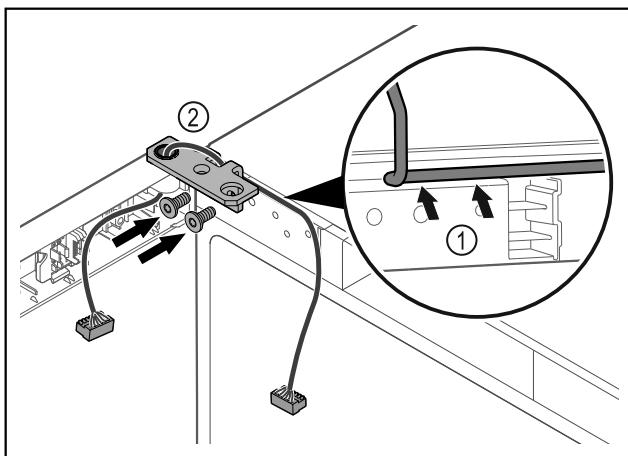

Fig. 46
- ▶ Prevlečte kábel cez vybranie uholníka závesu a opatrne ho položte Fig. 46 (1).
- ▶ Naskrutkujte uholník závesu Fig. 46 (2).